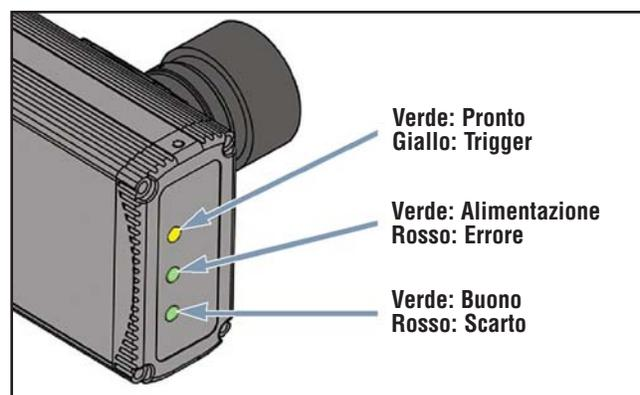

Figura 3-1. LED *PresencePLUS P4*
6. Applicare tensione e verificare che il LED Errore (rosso) si spenga. All'accensione, tutti i LED del sensore si accendono per 15-20 secondi (vedi Figura 3-1).